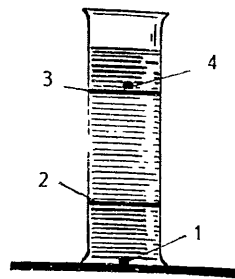

Рис. 15. Диффузия «сверху и снизу»
Вырежьте из фильтровальной бумаги два круга по диаметру цилиндра (стакана). На дно цилиндра поместите чешуйку (таблетку) щелочи или таблетку пургена (1), предварительно дважды обработанные конторским клеем. Осторожно налейте воды слоем 1—2 см. На воду поместите круг фильтровальной бумаги (2). Вновь налейте воду слоем 5—10 см, на поверхность которой поместите второй круг бумаги (3). На бумагу положите обработанные клеем чешуйки щелочи или таблетку пургена (4). Опять добавьте воды слоем 1—2 см (рис. 15). Спустя некоторое время